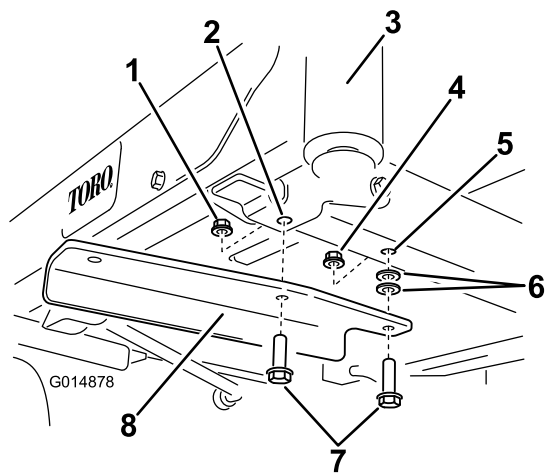

Bild 5
3. Befestigen Sie die Halterung mit zwei Schrauben (3/8 x 1-1/4 Zoll), zwei Scheiben und zwei Sicherungsmuttern (3/8 Zoll) am Rahmen (Bild 5). Eine Sicherungsmutter finden Sie in den losen Teilen und die andere haben Sie vorher entfernt.